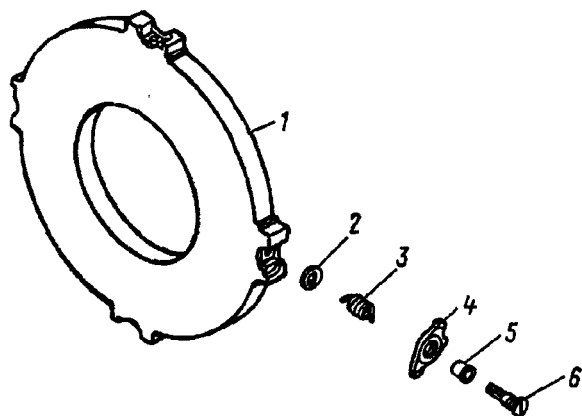

Рис. 125. Диск сцепления средний ведущий:
<p>15. Установите средний ведущий диск 1 (рис. 125) на верстак</p> <p>16. Отогните края стопорных шайб 2, выверните оси 6, снимите втулку 5, отжимной рычаг 4 и пружину 3</p> <p>17. Промойте детали среднего ведущего диска и проверьте их состояние</p>	<p>Слесарный верстак</p> <p>Зубило, молоток, отвертка</p> <p>Установка для мойки деталей, шланг для обдува деталей сжатым воздухом</p>
35. Нанесите на ось 6 (см. рис. 125) смазку Литол-24 тонким слоем	Посуда для смазки, деревянная лопатка